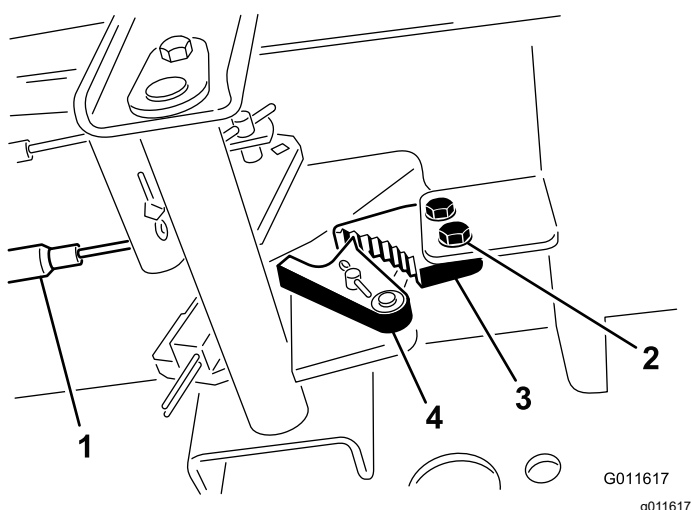

Figura 70
1. Solte os 2 parafusos que prendem a lingueta do travão de estacionamento à estrutura (Figura 70).
2. Carregue no pedal do travão para a frente até o detentor do estacionamento engatar completamente na lingueta do travão (Figura 70).